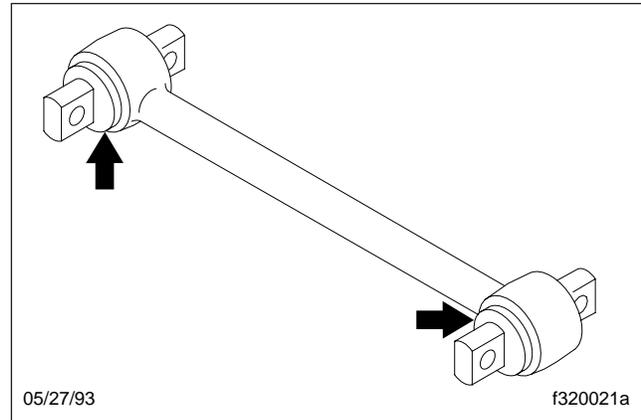

Fig. 1, Douilles de la bielle de poussée
3. Inspectez les extrémités de la bague en caoutchouc. Voir la **figure 1**. Remplacez la bielle de poussée pour l'une quelconque des raisons suivantes :